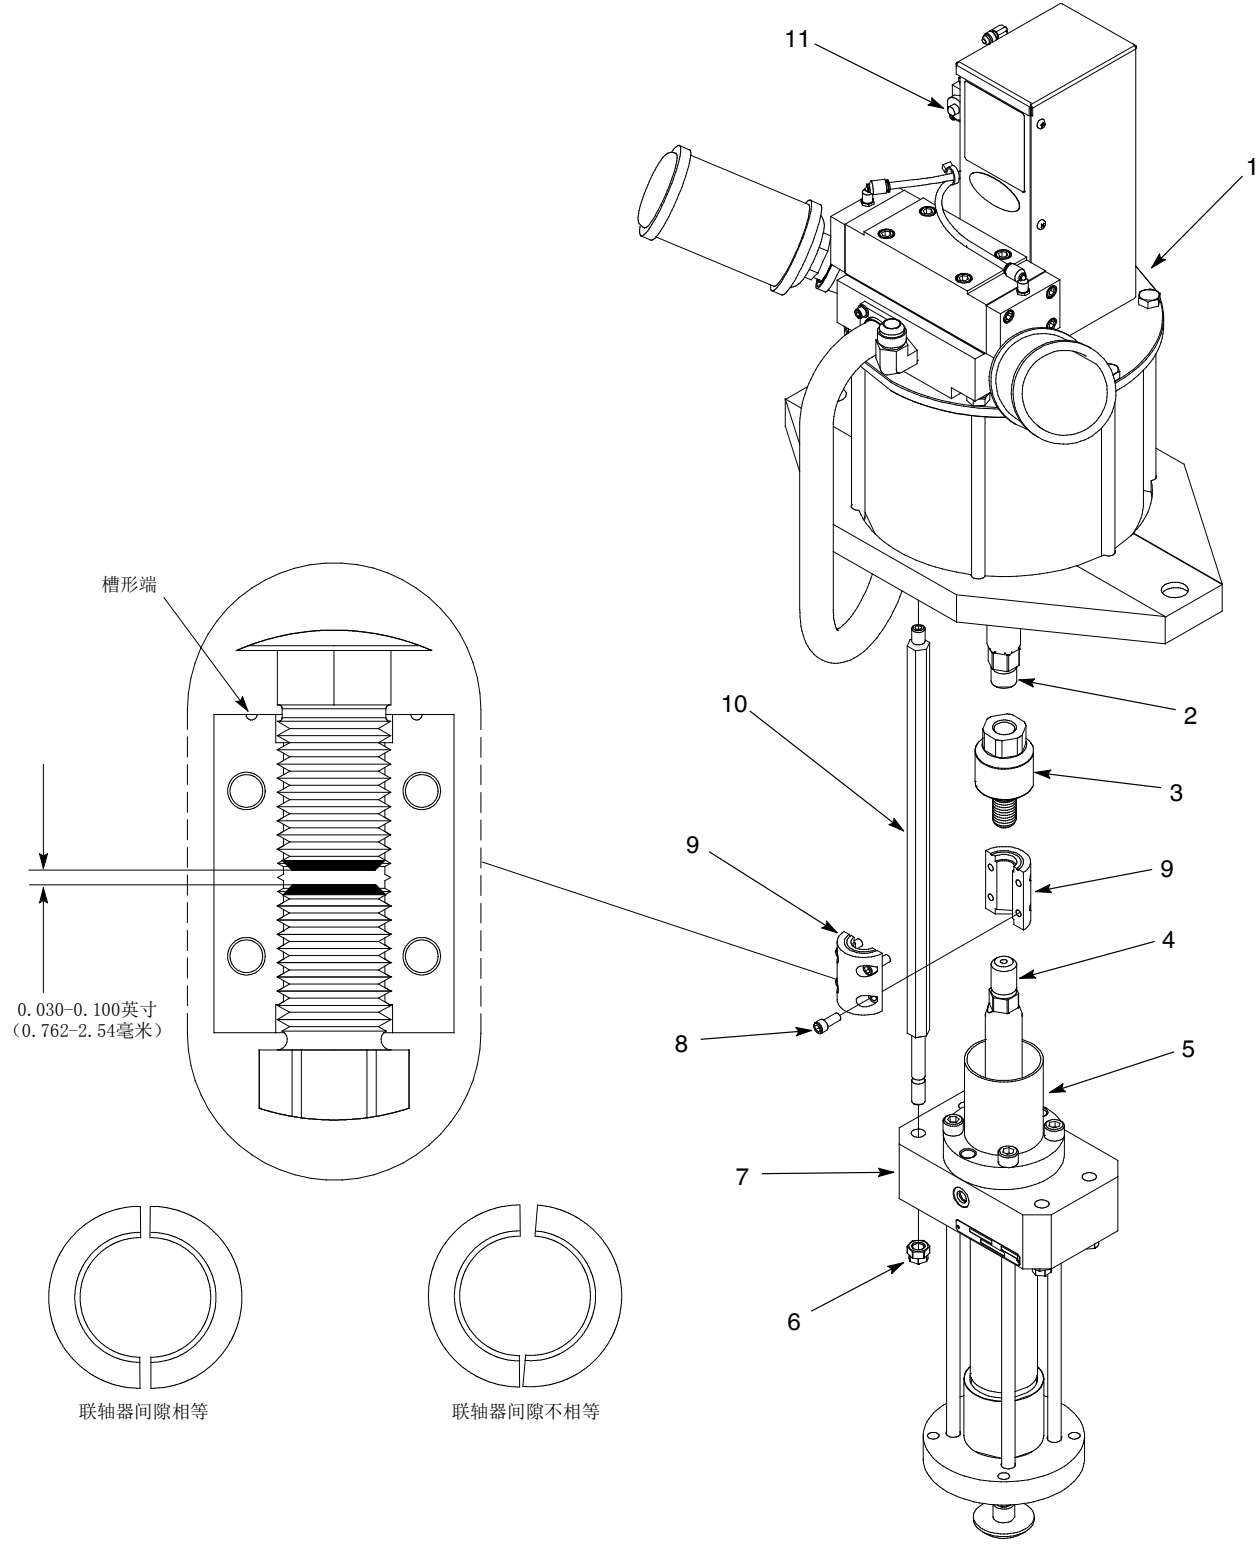

图 14 组装泵
1. 详见图14。在气动马达轴(2)的外螺纹上涂抹螺纹锁固胶。将浮动联接轴(3)安装到气动马达轴，然后拧至200–220英尺-磅(272–298 N•m)。